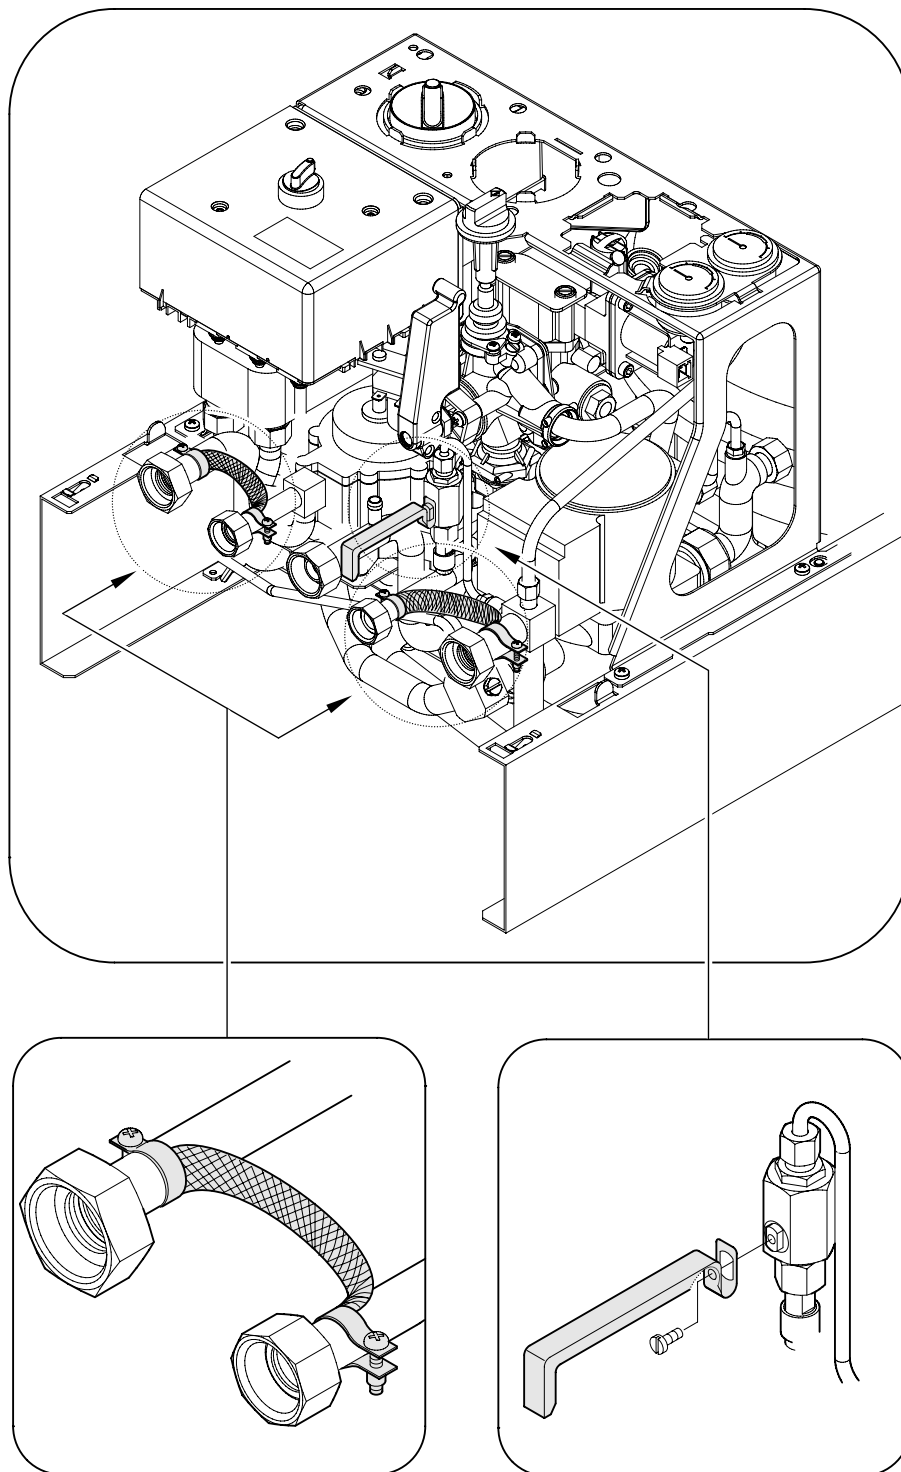

Figura 2
- Montare i due ponti termici in rame (3) come illustrato in figura 2.
- Sostituire la manopola del rubinetto carico impianto (vedi figura 2) con l'apposita prolunga (5).